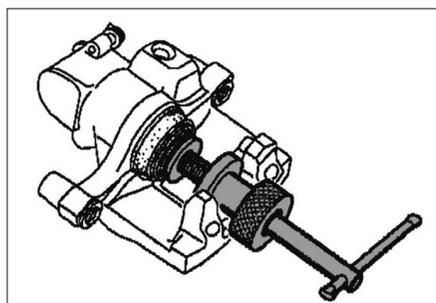

FIG. 19
- Repousser le piston d'étrier de frein jusqu'en butée à l'aide d'un outil adapté (outil Renault Fre. 1190-01 ou Facom) (Fig.19 et 20).
- repousser le piston d'étrier de frein jusqu'en butée à l'aide d'un outil adapté (outil Renault Fre. 1190-01 ou Facom) (Fig.19 et 20).